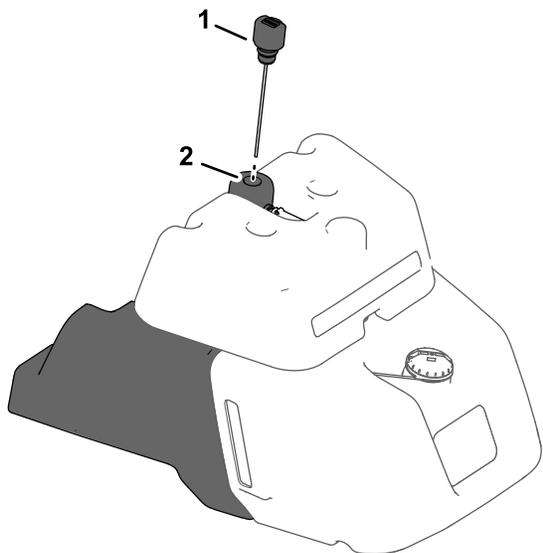

図 35
- 燃料タンク側面に点検窓が付いているマシンでは、油圧オイルタンク上部にあるディップスティックを探し出し 図 35 ステップ 5 に進んでください。